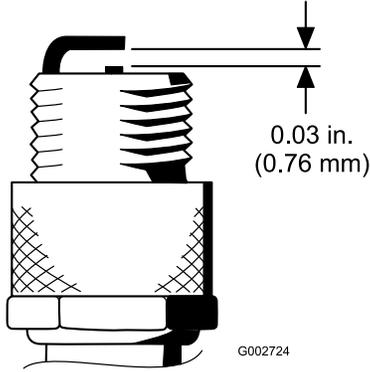

Figure 39
- Réglez l'écartement entre les électrodes centrale et latérale à 0,76 mm, comme montré à la Figure 39.